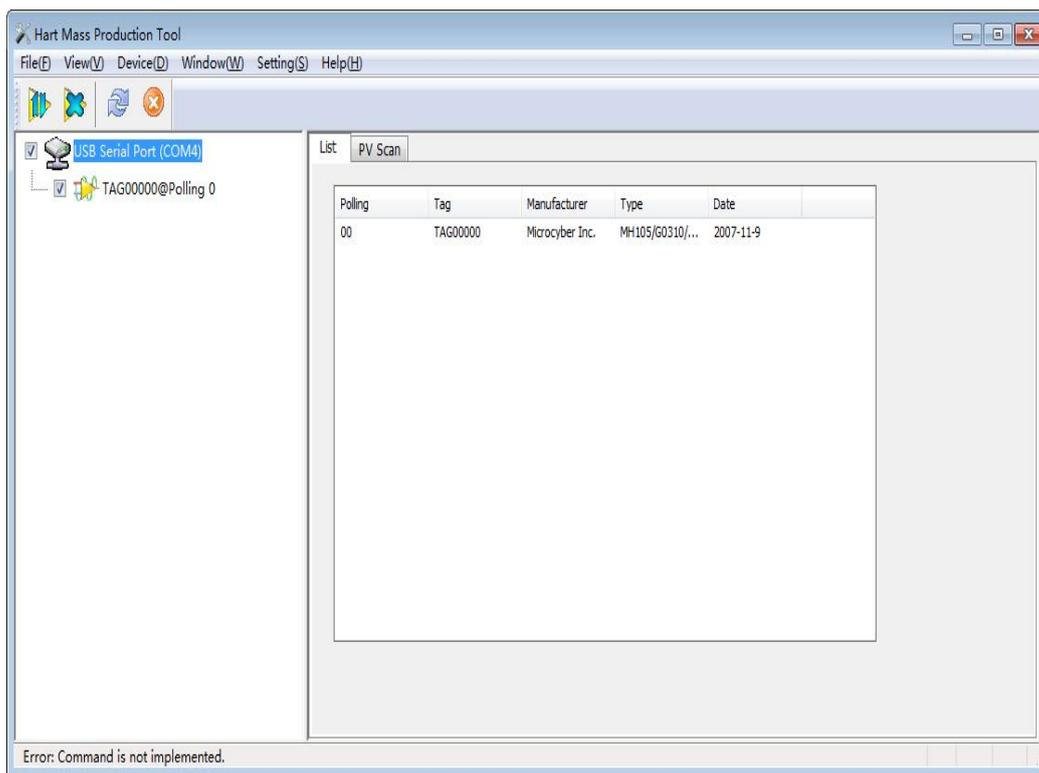

Рисунок 5.18 Вкладка «Список устройств»
- (1) Щелкните левой кнопкой мыши в последовательном узле представления сети (например: COM1), в представлении правой вкладки отображается последовательный порт, подключенный к сети, и вся информация о вкладках, связанных с онлайн-устройствами.
- (2) Щелкните «device list» на правой вкладке, и, если информация будет получена успешно, отобразится сводная информация обо всех найденных онлайн-устройствах, как показано на рис. 5.18 .